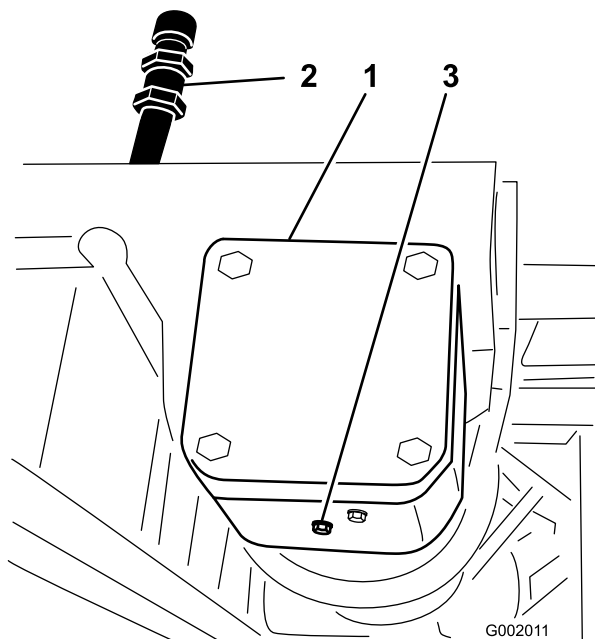

Bild 69
3. Nehmen Sie die Einfüll- und Ablassschraube (Bild 69) ab, damit das Öl in die Wanne ablaufen kann.
2. Stellen Sie eine Wanne unter die Ablassschraube am Pumpenantriebsgetriebekasten (Bild 69).